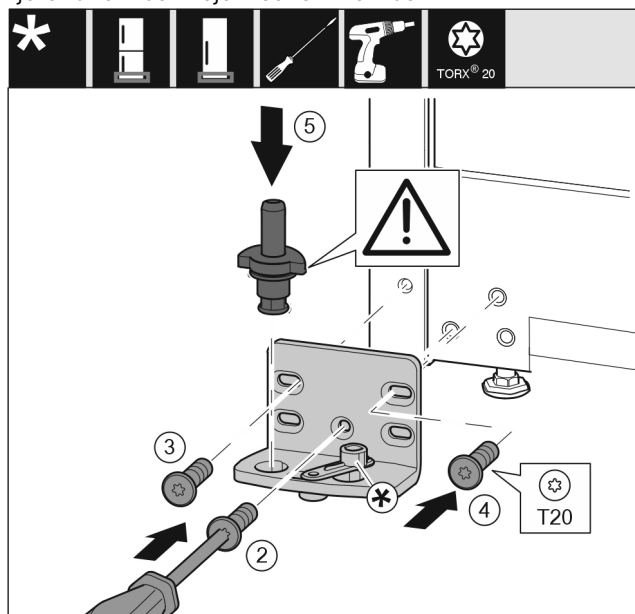

Fig. 16
- Vendosni bazamentin mbështetës në anën tjetër dhe mbërthejeni me ndihmën e një kaçavide. Filloni me vidën Fig. 16 (2) poshtë në mes.
- Mbërtheni fort vidën Fig. 16 (3) dhe vidën Fig. 16 (4).
- Vendosni komplet në vend bulonin e rrotullimit Fig. 16 (5). Këtu bëni kujdes që gunga ndaluese të jetë e kthyer nga poshtë.